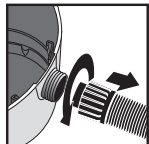

FIGURE 26
49. Dévissez l'écrou autobloquant du tuyau et retirez le tuyau de l'admission. **FIGURE 26.**